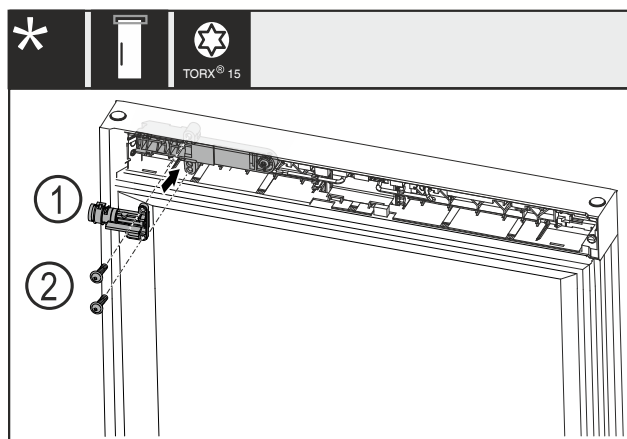

Fig. 14
- Otočte mechanický zámek Fig. 14 (1) o 180° a namontujte jej na protější straně.
- Mechanický zámek Fig. 14 (1) upevněte šrouby Fig. 14 (2).